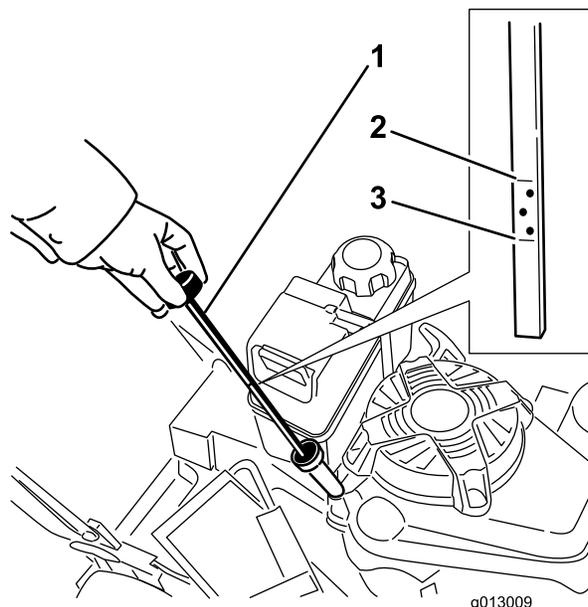

Figure 10
Avant chaque utilisation, vérifiez que le niveau d'huile arrive entre les repères maximum (Full) et minimum (Add) de la jauge (Figure 10).
2. Nettoyez la surface autour de la jauge (Figure 10).
6. Observez le niveau d'huile indiqué par la jauge (Figure 10).